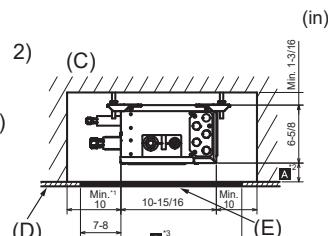
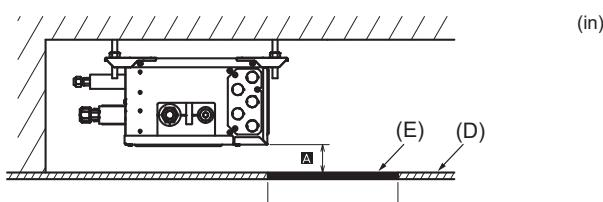

Fig. 4-8
Fig. 4-9
2) Vue de profil (Fig. 4-8, Fig. 4-9)
Si la valeur est de "□ 17-3/4 in (450 mm)", préparez un orifice d'entretien du côté de la carte de circuit intégré (comme illustré à la Fig. 4-9) et la distance **A** doit correspondre à "11-13/16 in (300 mm) minimum".